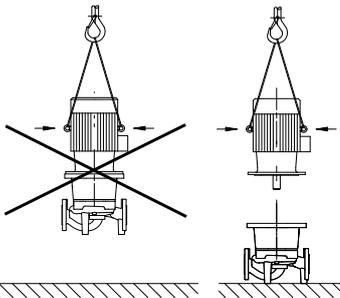

Fig. 6: Transporte do motor (diagrama esquemático)
- Caso sejam colocados olhais de transporte no motor, destinam-se apenas ao transporte do motor, mas não estão autorizados para a bomba na totalidade (fig. 6).